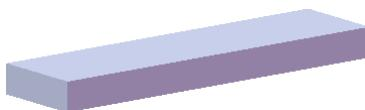

图 17.10.38 凸台—拉伸 1
Step2. 创建图 17.10.38 所示的零件基础特征——凸台一拉伸 1。选择下拉菜单 **插入(I)**